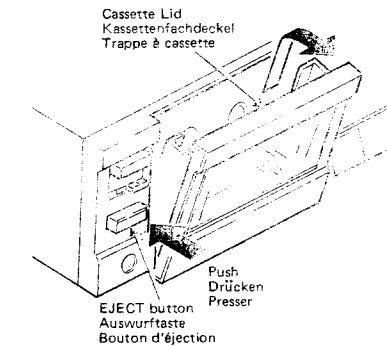

Fig. 2 Abb. 2
- Cassette lid (Fig. 2)**
- Kassettenfachdeckel (Abb. 2)**
- (3) **Trappe à cassette (Fig. 2)**